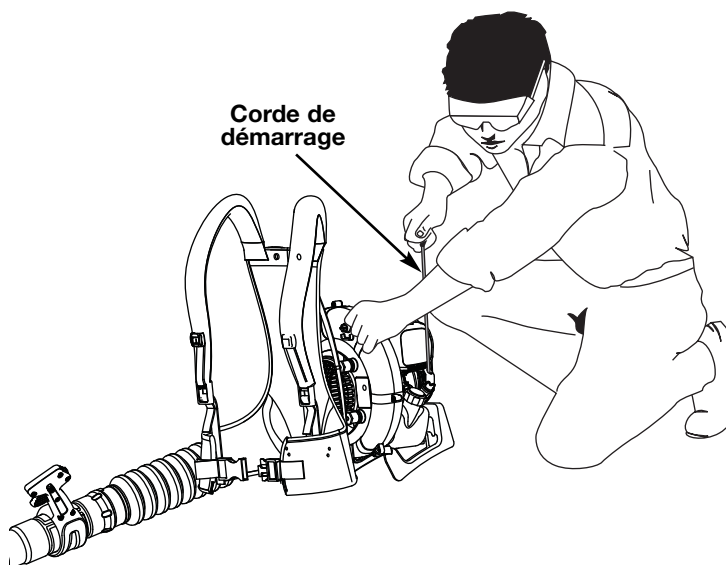

Fig. 16
AVERTISSEMENT : éviter le démarrage accidentel. Se tenir en position de démarrage pour lancer le moteur (Fig. 16). Lors du démarrage, l'opérateur et l'outil doivent être en position d'équilibre afin d'éviter le risque de blessures graves. Afin d'éviter de graves blessures et éviter d'endommager l'appareil, s'assurer que les tubes de soufflage sont bien en place avant d'utiliser l'appareil.
5. S'accroupir dans la position de démarrage et tirer le cordon du démarreur de 10 cm, puis tirer 4 fois rapidement sur le cordon dans un mouvement homogène (Fig. 16).
6. Mettre le levier d'étranglement en **position 2** (Fig. 16) et laisser tourner le moteur de 5 à 10 secondes.
7. Mettre le levier d'étranglement en **position 3** (Fig. 16). L'appareil est prêt à être utilisé.